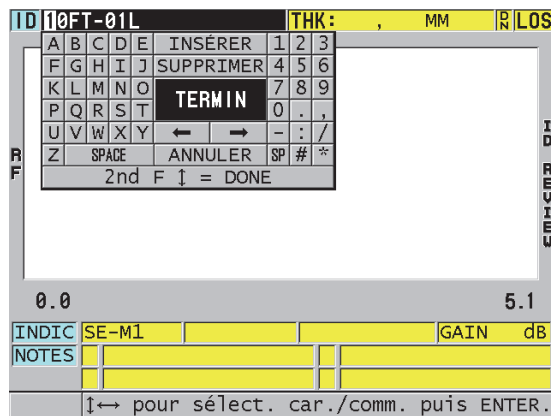

Figure 11-28 Mode de modification des ID
4. Appuyez de nouveau sur la touche [ID#], et puis modifiez la valeur de l'ID (Figure 11-28 à la page 232).